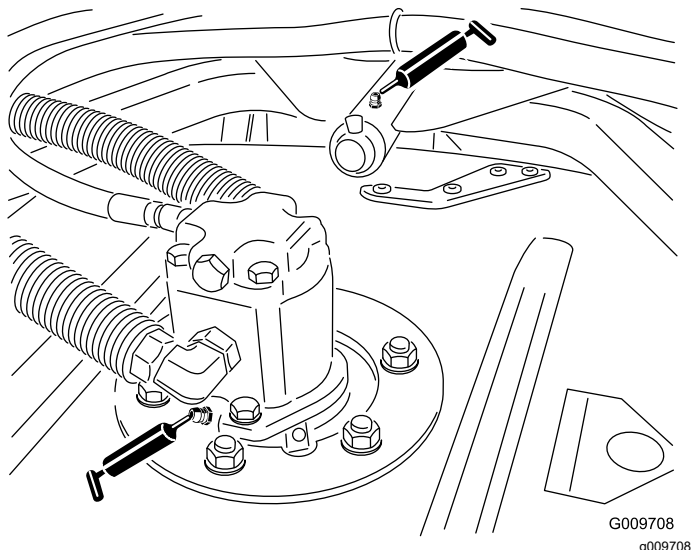

**Figura 85**
- Rulmeni ai arborelui axului unității de tăiere (2 per unitate de tăiere), aa cum se arată în Figura 85
- Buce bra de transport unitate de tăiere (1 pentru fiecare unitate de tăiere), aa cum se arată în Figura 85